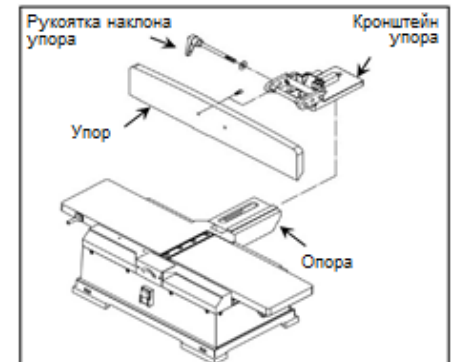

Рис. 2
- Зафиксируйте планку с помощью рукоятки для перемещения упора с дистанционным кольцом. См. Рис. 2.